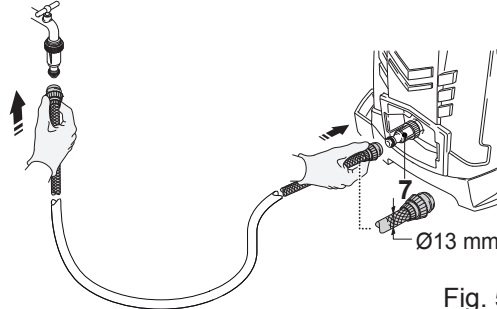

Fig. 5
- Conecte una manguera adecuada a su suministro de agua y, a continuación, conecte el extremo opuesto de la manguera al racor de entrada (7) previamente instalado en la máquina (Fig. 5).